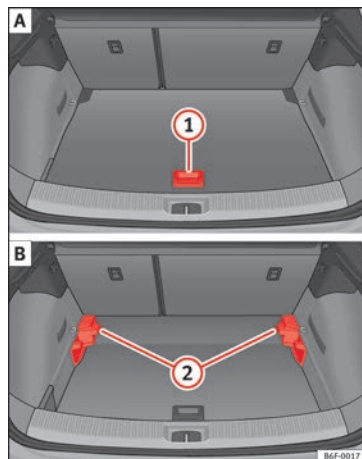

Fig. 166 Piano variabile del bagagliaio: **A** posizione elevata; **B** posizione bassa.
- Sollevare il piano mediante la maniglia » **fig. 166** ① e tirarlo all'indietro fino a quando la parte anteriore del piano sarà completamente fuoriuscita rispetto ai supporti ②.
- Far scorrere il piano in avanti attraverso i supporti fino a farlo entrare in contatto con lo schienale dei sedili posteriori, e, successivamente, abbassare il piano con la maniglia ①.